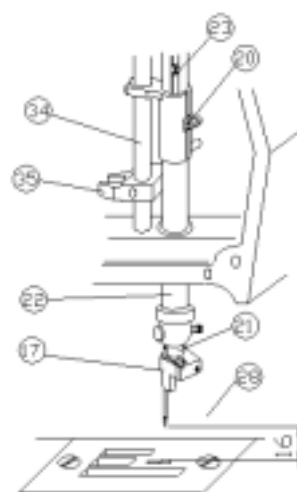

Fig. 9
Destornille totalmente el tornillo (20) de la guía abrazadera. Verifique que el rod interior (21) del barra de aguja slide la barra exterior (22) libremente dentro y realinee al jefe (23) con el propósito de que no hay rozamiento si necesario. FIG.9